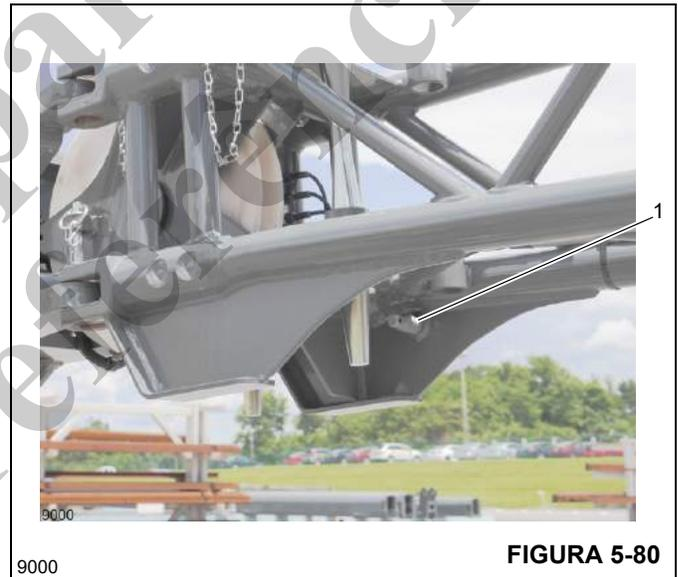

FIGURA 5-80
1. Instale o conjunto da chave do dispositivo anticolisão do moitão no pino (1, Figura 5-80) e prenda com um grampo de retenção.